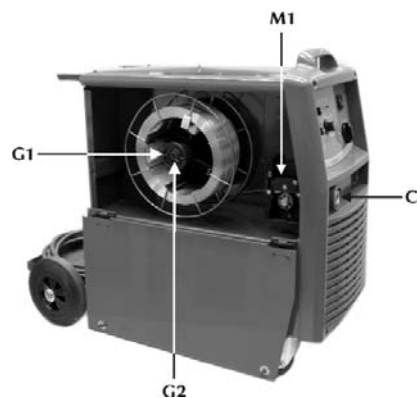

Fig.2
- Conectar la antorcha mig en una conexión (C1 fig.2) prestando atención al atornillar completamente la abrazadera de fijación.
- Desenrosque el casquillo (G1 fig.2) del eje portabobina y monte la bobina de manera que al tirar del extremo exterior del hilo este gire hacia la izquierda. Vuelva a colocar en su posición también el eje del portabobina, vuelva a colocar el casquillo (G1 fig.2) en su posición y regule el tornillo de fricción (G2 fig.2).
- Desbloquear el soporte remolque del motorreductor (M1 fig.2) introduciendo la punta del alambre en la arandela guía del alambre y, haciéndolo pasar sobre el carrete, en la conexión de la antorcha. Bloquear en posición el soporte remolque controlando que el alambre haya entrado en la garganta de los carretes.